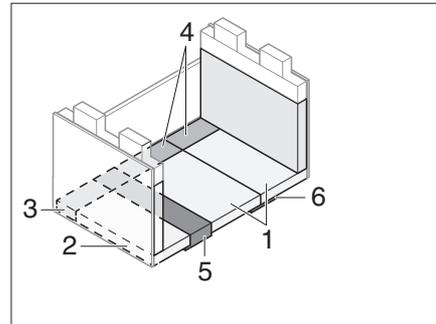

Fig. 199 Après la transformation
- Placer les coussins d'assise, de dossier et supplémentaire comme montré dans Fig. 199.
- ▷ Pour augmenter le confort de couchage, il est possible de retirer l'élément supplémentaire du coussin de dossier (Fig. 199,2).